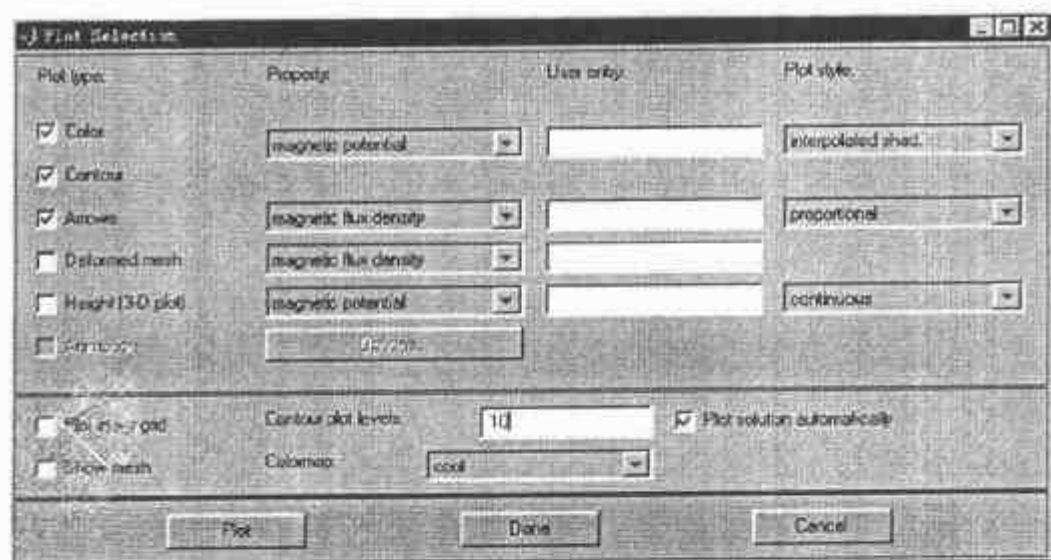
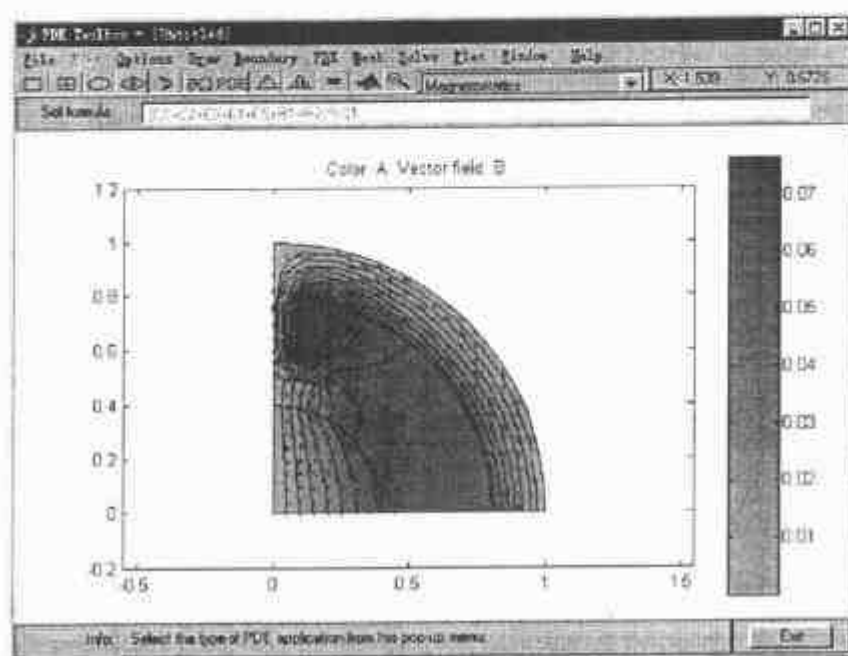
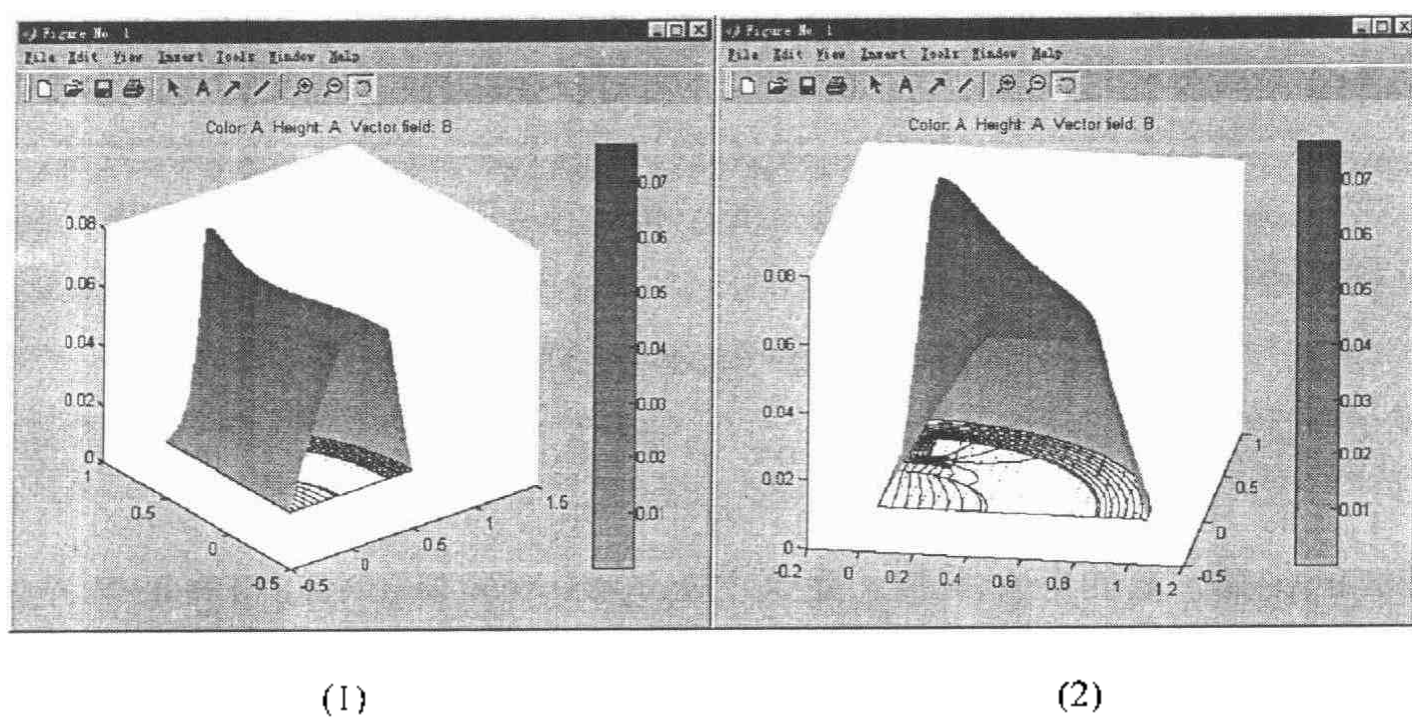

图 3-24
图 3-25
图 3-26
(iv) **求解** 在 Plot Selection 对话框中选定彩色 Color、等值线 Contour、矢量线 Arrows, 设置 Contour plot levels: 10, 如图 3-24。单击 Plot 按钮, 可以立即求出这些量, 如图 3-25。如果选 Height (3-D plot), 可得到如图 3-26 (1)所示的三维解的彩色图形。在三维图形中, 可以任意拖动鼠标旋转三维坐标轴, 获得不同角度的三维彩色图形, 如图 3-26 (2)。